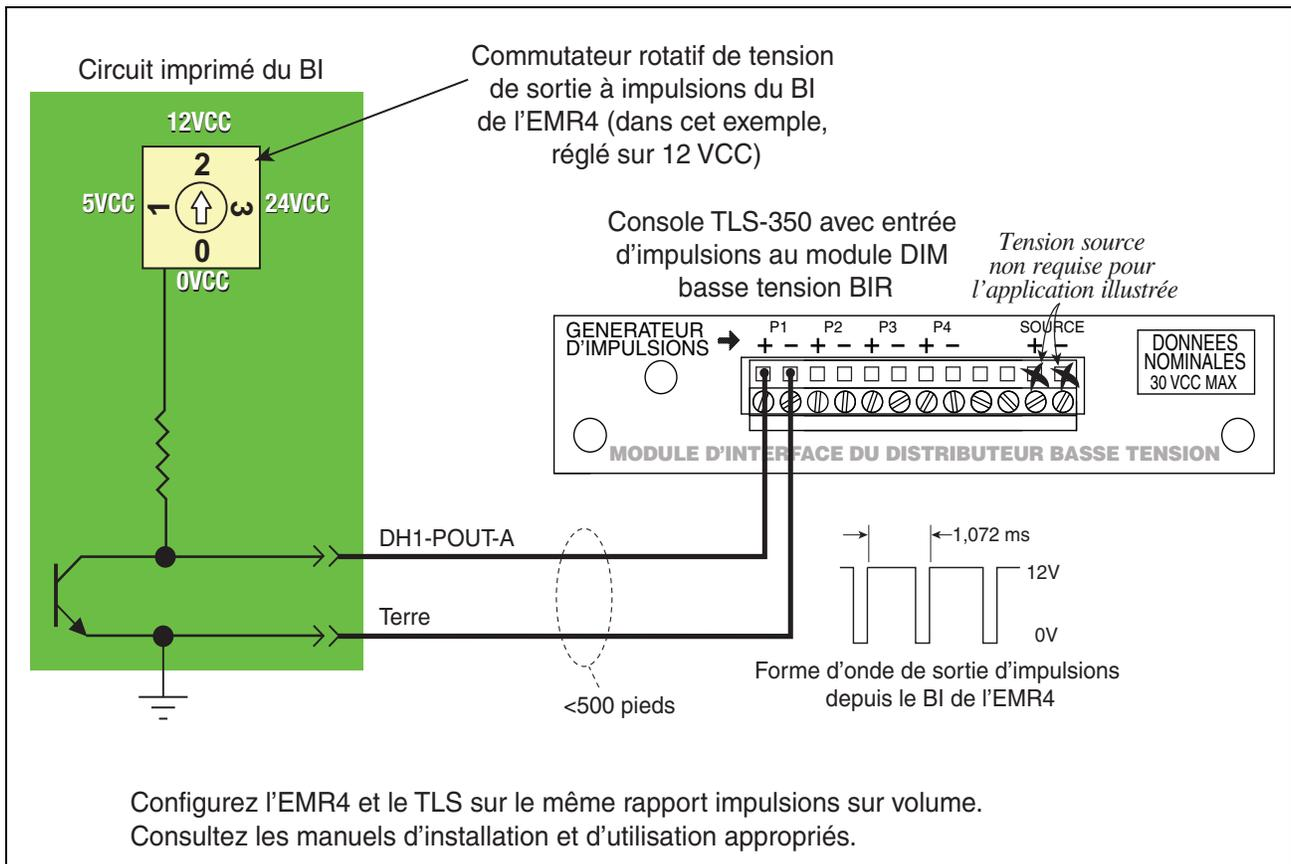

Figure 42. Sortie de câblage à impulsions vers console TLS-350
- POUT-1 et POUT-2 sont des sorties de collecteurs ouverts avec une résistance pull-up interne (2,4 K Ω). La tension de sortie peut être réglée sur 5, 12 ou 24 volts à l'aide du commutateur rotatif de tension de sortie à impulsions (voir Figure 42).